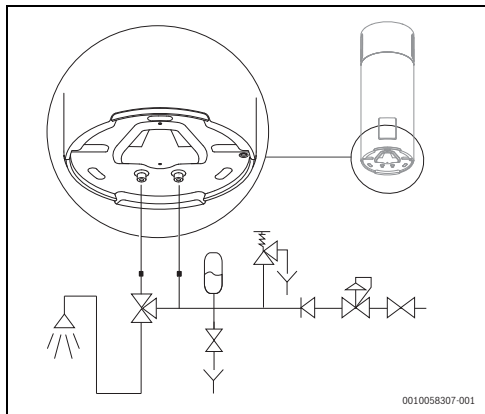

Fig. 20 Ligações de alimentação da água
É obrigatório que o instalador do sistema instale uma válvula de segurança de 8 bar no tubo de alimentação de água fria (Fig. 20).
O escoamento, ligado à válvula de segurança, deve ser instalado numa inclinação descendente. Deve também ser instalado num local onde esteja protegido contra a formação de gelo (Fig. 20).
Nunca feche a válvula de corte de água durante o funcionamento. (→fig. 20, pág. 22).
- ▶ Instalar um vaso de expansão¹⁾ (→fig. 20) para evitar que a abertura da válvula de segurança seja tão frequente.